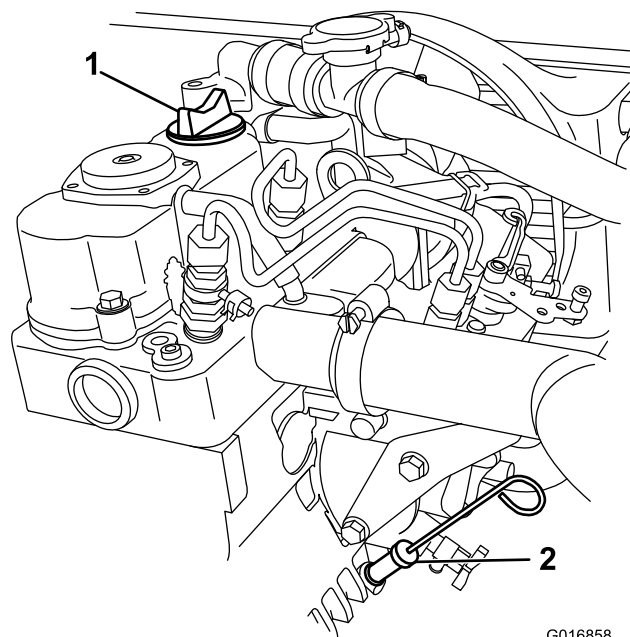

Figura 9
2. Pulite attorno all'asta di livello (Figura 9) in modo che la morchia non possa penetrare nel foro e danneggiare il motore.